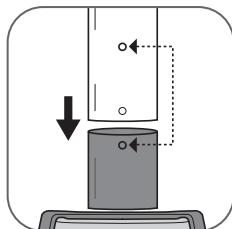

fig. 3
3. Insérez le pôle dans la base en appuyant vers le bas, jusqu'à ce que les trous du mât et de la base soient au même niveau, de manière à remettre la vis. Si les trous ne correspondent pas, vérifiez que les clips du mât soient bien déverrouillés. *(fig. 3)*